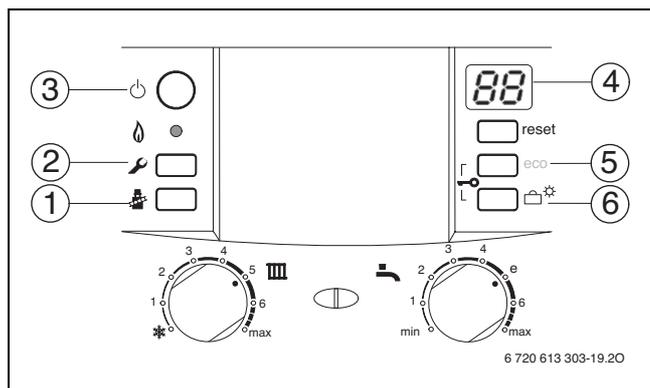

Fig. 42 Panoramica degli elementi operativi
- ▶ Premere più volte il tasto «eco» o il tasto funzione ferie (→ fig. 42) finché non viene visualizzata la funzione di servizio desiderata.
- ▶ Premere contemporaneamente i tasti «eco» e (→ fig. 42) per 3 sec. (durante quest'operazione il display visualizza finché il display non mostra nuovamente cifra.lettera, ad es. 8.A).
- ▶ Premere più volte il tasto «eco» o il tasto funzione ferie (insert the «bag and sun» symbol) (→ fig. 42) finché non viene visualizzata la funzione di servizio desiderata.
- Premere più volte il tasto «eco» o il tasto funzione ferie  (→ fig. 42) finché non viene visualizzato il valore desiderato della funzione di servizio.
- Tenere premuti contemporaneamente i tasti «eco» e  (→ fig. 42, pagina 40) per 3 sec. (il display visualizza ) finché il display non visualizza una funzione di servizio del primo livello ad es. 1.A.